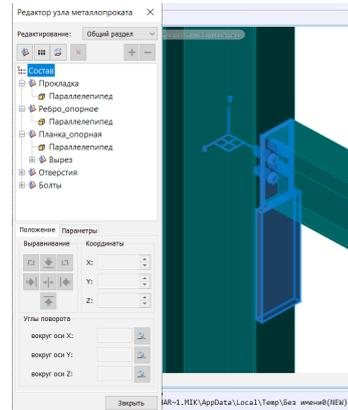

Рис. 8. Вставка в узел фасонных деталей
3) создать узел с помощью *Редактора узла* – с расстановкой фасонных деталей, образованных из 3D-примитивов (рис. 8).